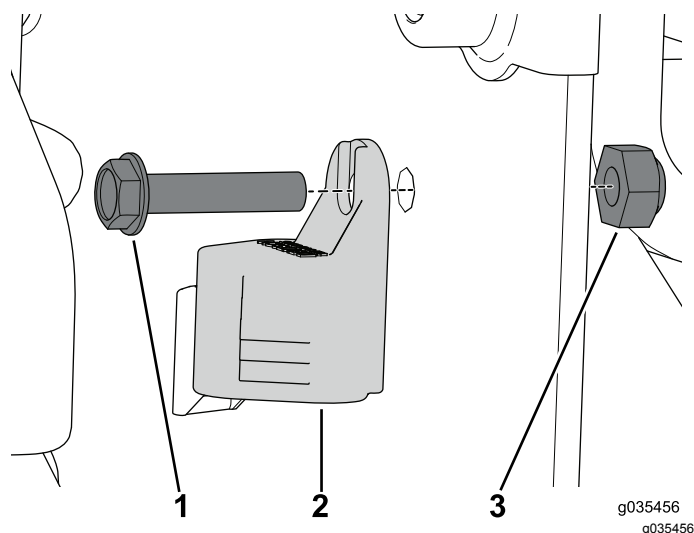

図 16
9. プラグキャップをコントローラボックスに固定するボルト#10 x 7/8 インチとロックナットを使う 図 16。